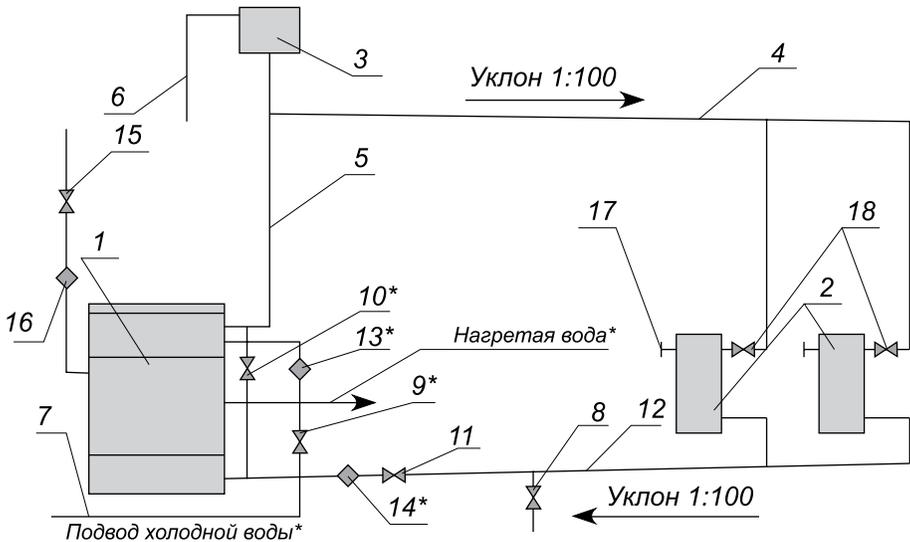

Рис. 7. Схема монтажа изделия в системе отопления с естественной циркуляцией
- 6.9. Заполните систему отопления чистой смягченной водой с $pH = 7^{+0,3}$. Расширительный бачок необходимо разместить в самой высшей точке системы отопления. Контроль заполнения системы водой осуществляется по переливному патрубку (трубе сигнальной) п. 6, рис. 7.
Водонагреватель работает по принципу «вода-вода», т.е. температура воды, которая идет на хозяйственные нужды, зависит от температуры воды в изделии. Поэтому для получения максимального количества горячей воды необходимо поддерживать температуру в изделии 90 °С. Для этого при монтаже изделия (рис. 7) установите перепускную трубу с вентилем 10, которая соединяет вход и выход воды из изделия на отопление. С помощью вентилей 10 и 11 регулируется температура воды в изделии и температура воды в водонагревателе, которая подается на хозяйственные нужды.
При работе изделия для подогрева воды в летний период необходимо вентиль, установленный на входе (поз. 11, рис. 7), закрыть полностью, вентиль (поз. 10), установленный на перепускной трубе, - полностью открыть. Правильно смонтированное изделие дает возможность получить максимальное количество горячей воды с разницей температур 35 °С (таблица 1 раздела 2 «Технические данные»).